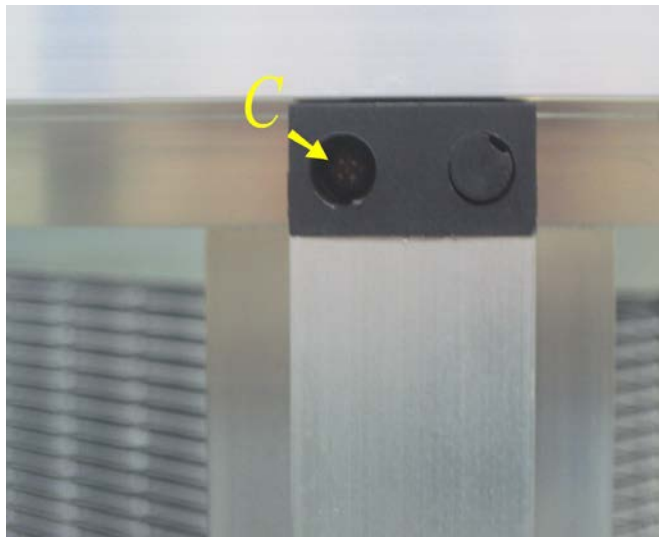

FIG.2
Rimuovere ora le viti (C) utilizzando una cacciavite. (fig.2)